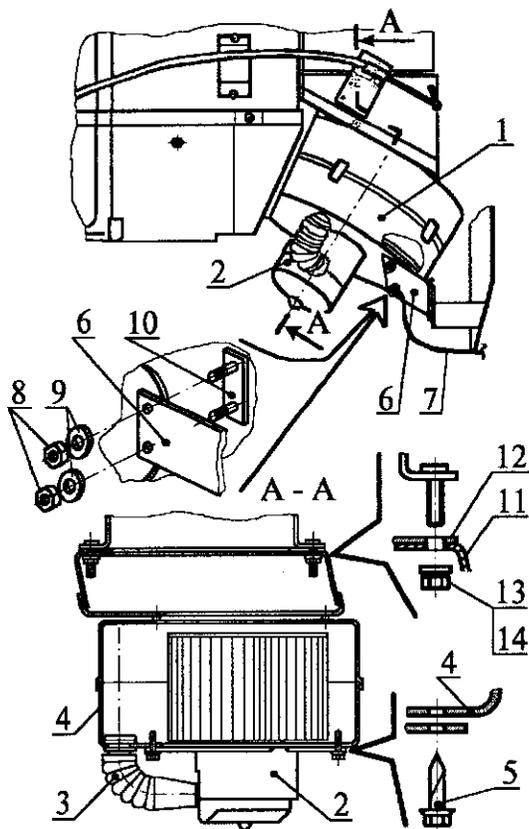

Рис. 20. Снятие вентилятора:
4.28. Снять вентилятор 1 (рис. 20)